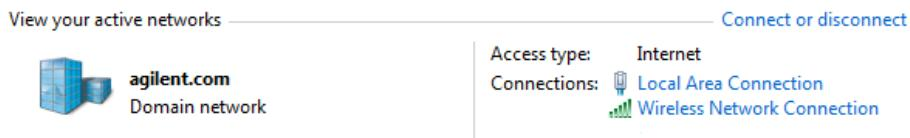

Figura 13 Centro de redes y recursos compartidos – Ver las redes activas
- b En **Redes e Internet**, haga clic en **Ver el estado y las tareas de red** (**Figura 13**).
Se abrirá la ventana de Centro de redes y recursos compartidos, mostrando sus conexiones de red activas (**Figura 13**). Tenga en cuenta que la apariencia de la pantalla Centro de redes y recursos compartidos puede variar ligeramente de la que se muestra en la **Figura 13** en función de su configuración de red actual.